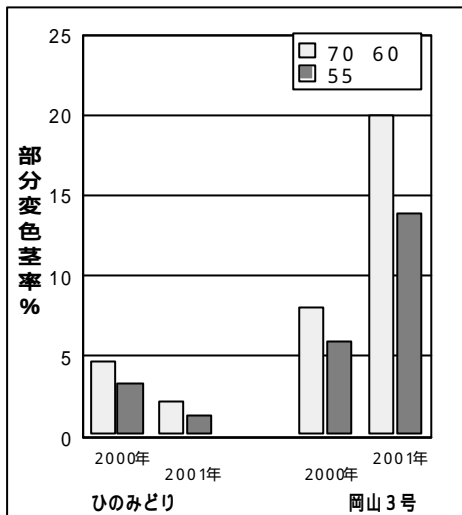

図1 乾燥温度と部分変色茎の発生率
- 1) 乾燥後に発生する部分変色茎(テレ・ヤケ)は、乾燥温度の55と70-60の変温体系(以下70)とでは、明らかに55が少なく、品種岡山3号では30%減少する。(図1)